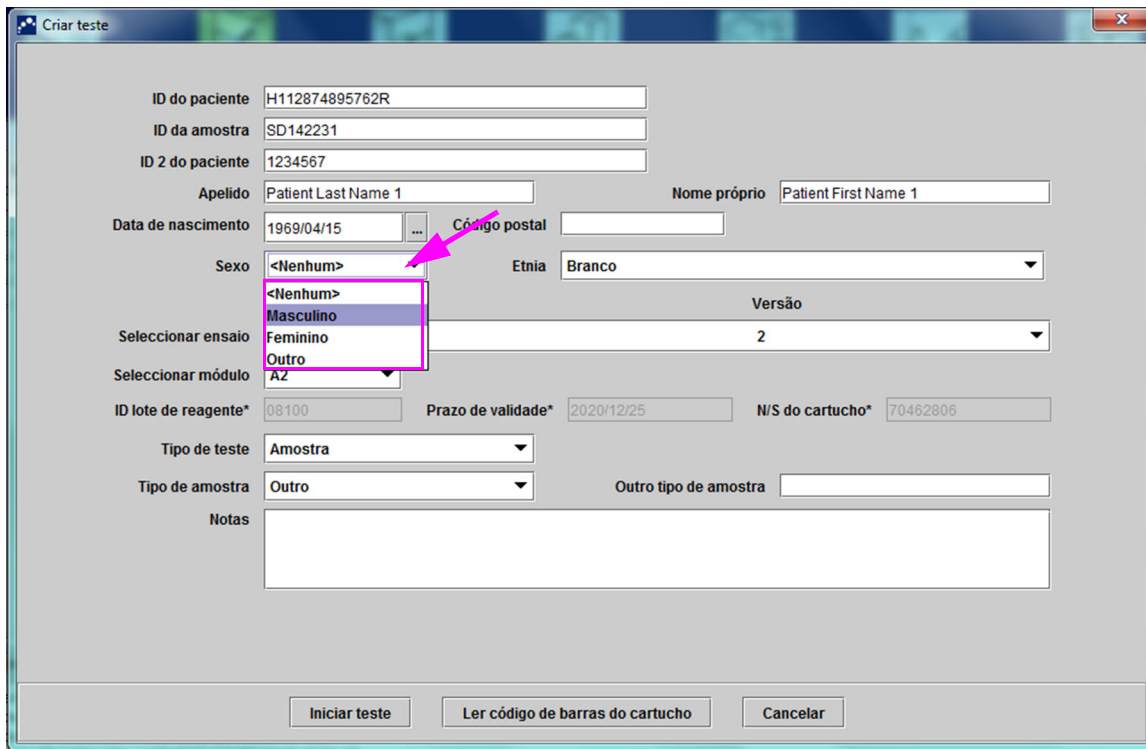

Figura 5-26. Caixa de diálogo Create Test (Criar teste) apresentando o campo Gender (Sexo)
- C. **Gender (Sexo)** - Clique na seta do menu pendente na caixa **Gender (Sexo)** e seleccione o sexo adequado no menu pendente exibido (consulte a figura 5-26).